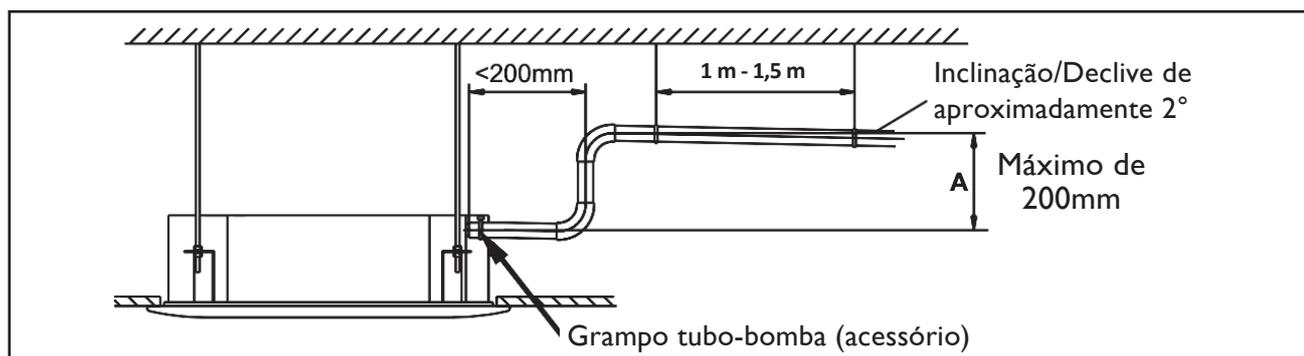

FIGURA 30
- Se a saída do tubo de drenagem é superior a conexão da bomba, a tubulação deverá ser posicionada o mais verticalmente possível. E a distância de elevação deve ser inferior a 200 mm (Figura 30 - cota A), caso contrário, a água irá transbordar quando a unidade parar.